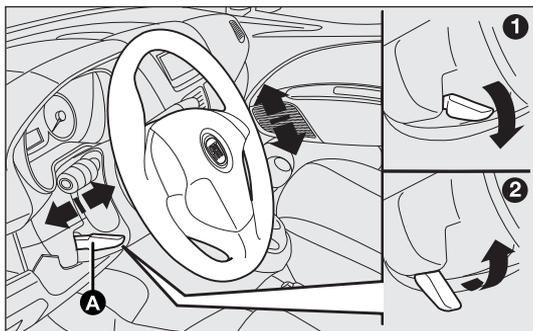

fig. 34
- débloquer le levier A-fig. 34 en le poussant vers l'avant (position 1) ;